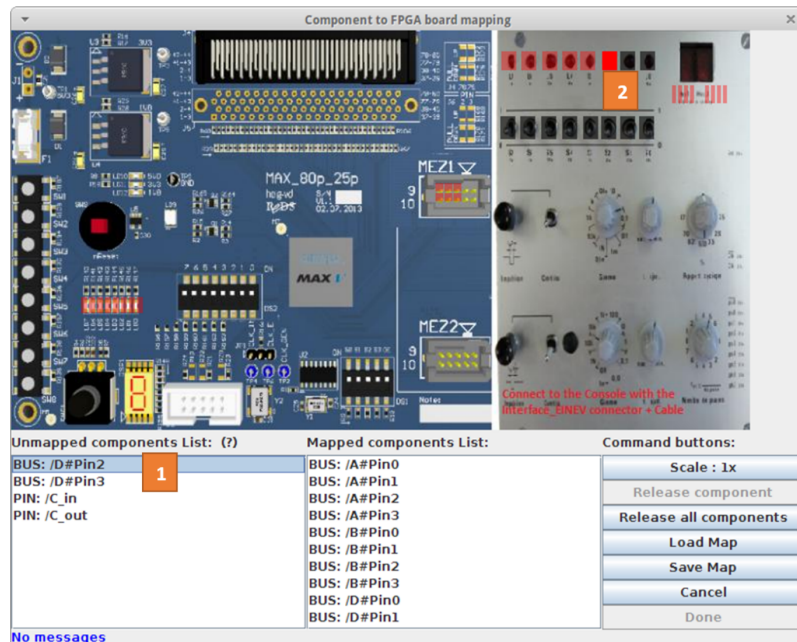

FIGURE 11 – Console Board Mapping
5. Il faut ensuite associer les entrées / sorties de l'additionneur aux boutons et aux LEDs de la carte comme sur la Figure 11 et la Figure 12.